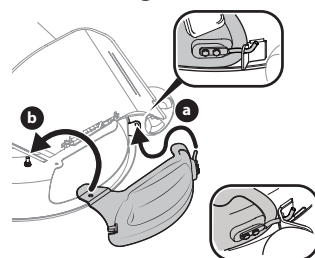

Figure 4
- Relevez le déflecteur d'éjection pour installer le bouchon de déchetage. Voir Figure 4.